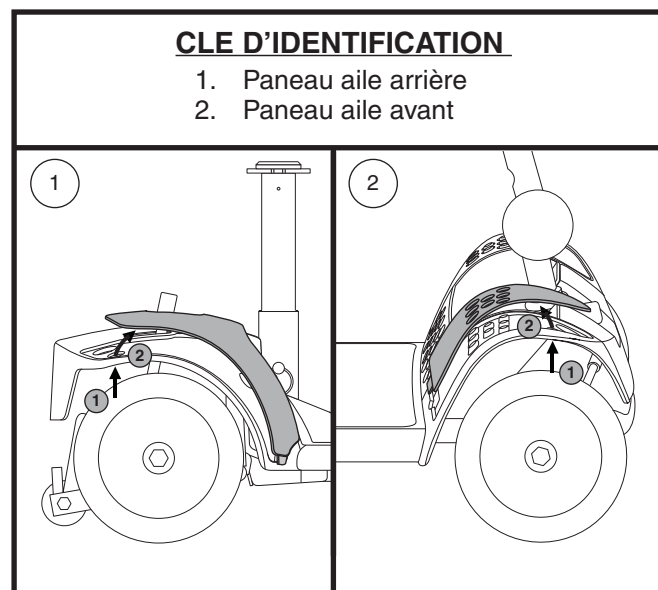

Figure 15. Panneau aile
2. Poussez dans l'orifice afin de séparer le panneau du Travel Scooter. **Voir la figure 15.**
NOTE: Lors de l'installation des panneaux d'ailes arrière et avant, assurez-vous de bien insérer l'onglet dans sa fente avant de fixer le panneau en place. Voir la figure 15.